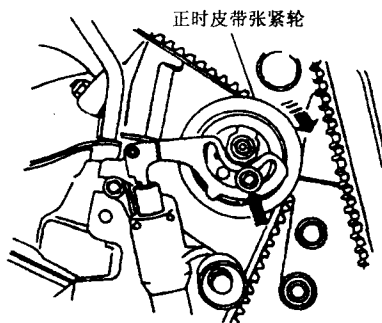

图 1.21 转动正时皮带张紧轮
- (5) 用专用工具松开正时皮带张紧轮, 如图 1.21 所示, 向下压正时皮带张紧轮, 取下正时皮带。